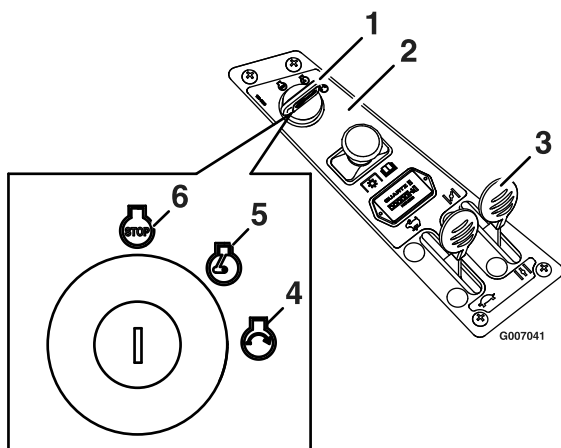

Figure 11
- Tournez la clé de contact en position de démarrage pour activer le démarreur. Relâchez la clé quand le moteur démarre (Figure 11).
- Si le moteur cale ou hésite, poussez partiellement la manette de starter vers l'avant pendant quelques secondes (Figure 11).
- Placez la manette d'accélérateur entre la position haut régime et la position à mi course (Figure 11).
- Tournez la clé de contact en position Contact coupé (Figure 11).